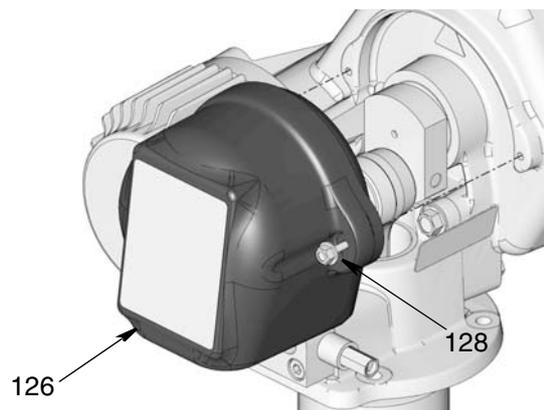

Рис. 5
2. Выкрутите болты (128) и снимите крышку (126) с насоса Dyna-Star (Рис. 5).